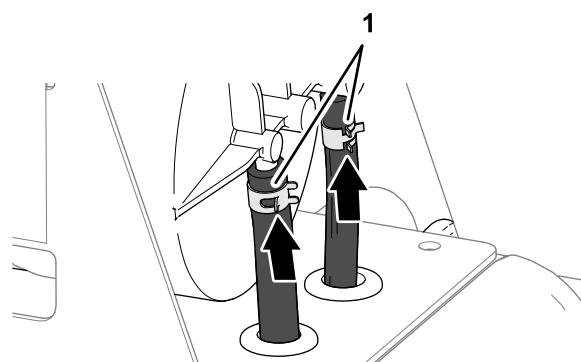

Figure 123
4. Fixez les flexibles sur les raccords avec les colliers (Figure 123).